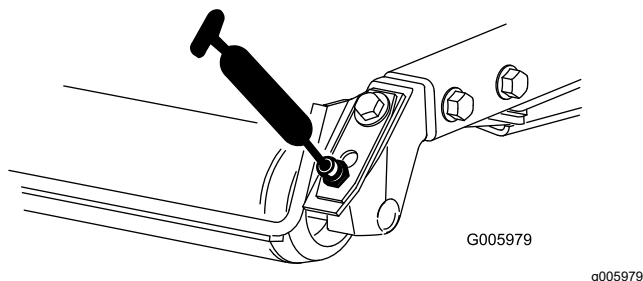

Figure 79
- Roulements de rouleau arrière (2 par unité de coupe), comme montré à la Figure 79.